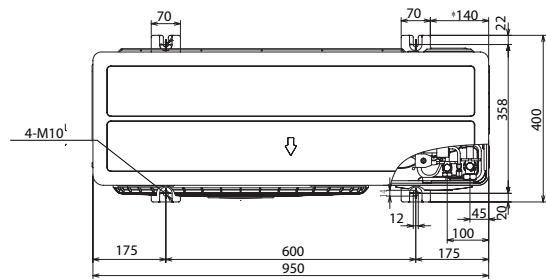

Fig. 4.3 Posizione dei perni di ancoraggio
(2) Per installare l'unità esterna, fissarla con perni di ancoraggio. Fare riferimento alla Fig. 4.3.